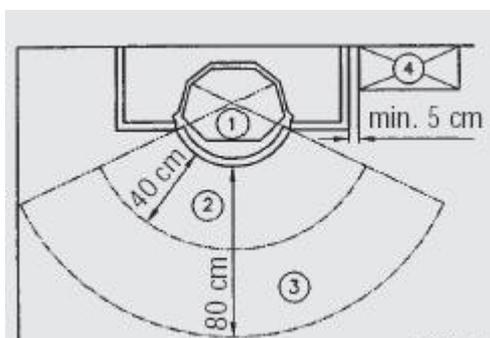

Рисунок 3.
10. Установите в отверстие блоков 3-го ряда штифты длиной 7 см (рис.3) для фиксации плит окантовки, установите на эти штифты плиты окантовки (поз. 29,30,31, 32). (рис. 3)
11. Установите в отверстие нижних плит окантовки штифты длиной 6 см (рис. 3) для фиксации верхних плит окантовки, установите на штифты верхние плиты окантовки (поз. 33, 34, 35, 36). (рис. 4)